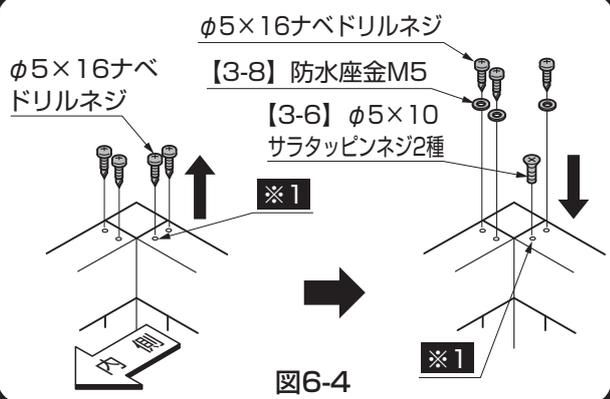
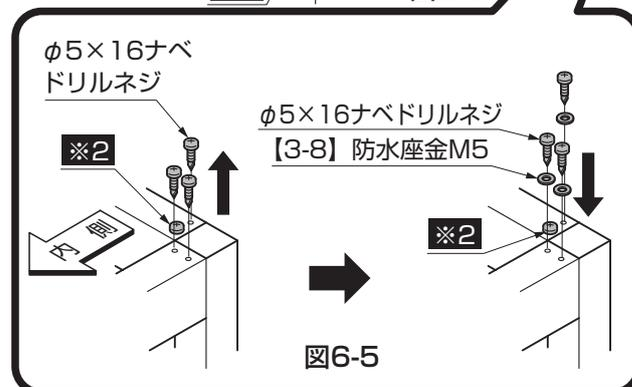

図6-4
図6-5
②フレーム固定ネジ「φ5×16ナベドリルネジ」を取外して※1には【3-6】で固定してください。それ以外の「φ5×16ナベドリルネジ」には【3-8】を取付けて再度フレームに固定してください。※2のネジは外さないでください。(図6-4、図6-5参照)